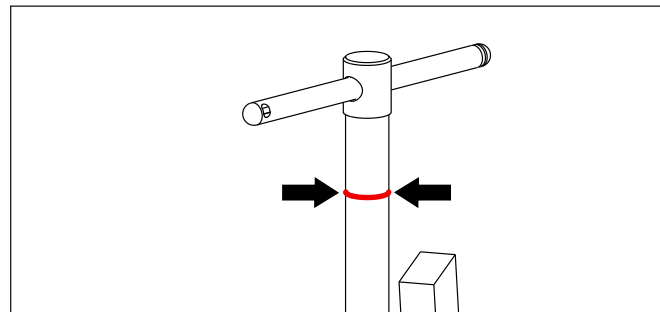

Figura 4, Indicator de înfiletare (bandă roșie)
- După montarea extractorului pe piesa care trebuie extrasă, asigurați-vă că indicatorul de înfiletare este vizibil. Consultați Figura 4 pentru localizare. Dacă axul este rotit în sens orar prea multe ture, indicatorul va fi ascuns, arătând faptul că înfiletarea nu este suficientă.